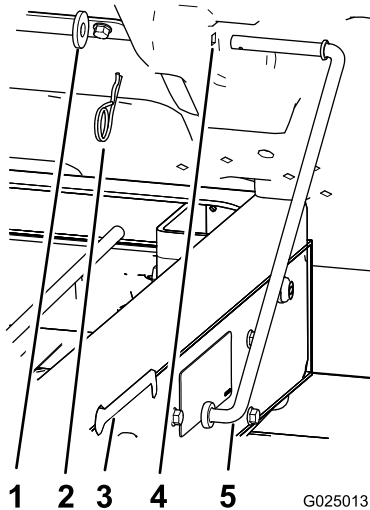

図 13
1. 支え棒を荷台の裏側に固定しているヘアピンとワッシャを外す 図 13。
2. 支え棒を前にずらしてフレームのブラケットから外す 図 13。